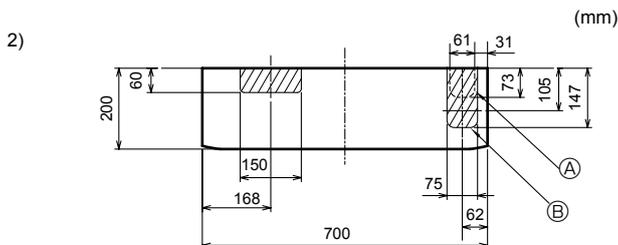

Fig. 3-8
- 2) **Per tubazione in basso a destra o in basso a sinistra (Fig. 3-8)**